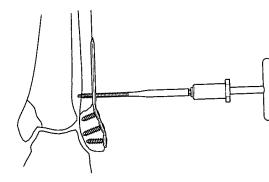

図 2
- 2) 3.5 コーティカルスクリュータップの他端に T ハンドルを装着し、イメージインテンシファイア（X線透視）で確認しながらプレタップを行い、スクリューを挿入します。（図 2）